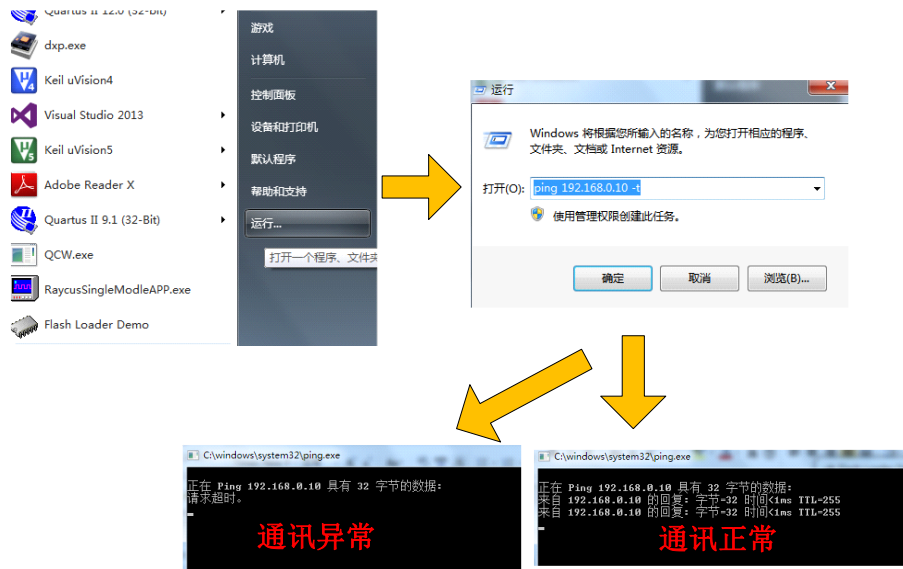

图 8 配置网络
- ① 点击“Connect”显示无以太网，请点击电脑的开始菜单里的“运行”或输入“cmd”，输入“ping 192.168.0.10”，然后点击确定，此 Windows 插件显示有数据返回就可以执行下一步操作，如图 8 所示。